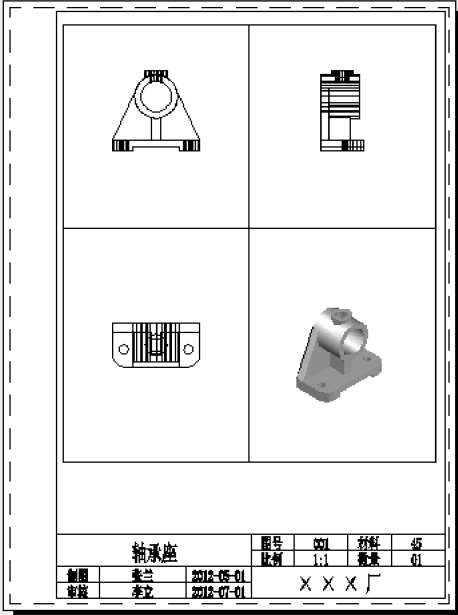

图 10-54 调整轴承座图纸空间四视口视图
- Step 8** 调整各视口中视图的方向、比例、视觉样式：双击视口，激活视口粗线标识。调用菜单栏“视图”→“三维视图”中的“前视”“俯视”“左视”命令，分别调整各视口的视图方向。在“视口”工具栏的下拉列表框中，调整各视口的比例为 1:1。“消隐”显示“前视”、“俯视”、“左视”视图，“真实视觉样式”显示“西南等轴测”视图，如图 10-54 所示。